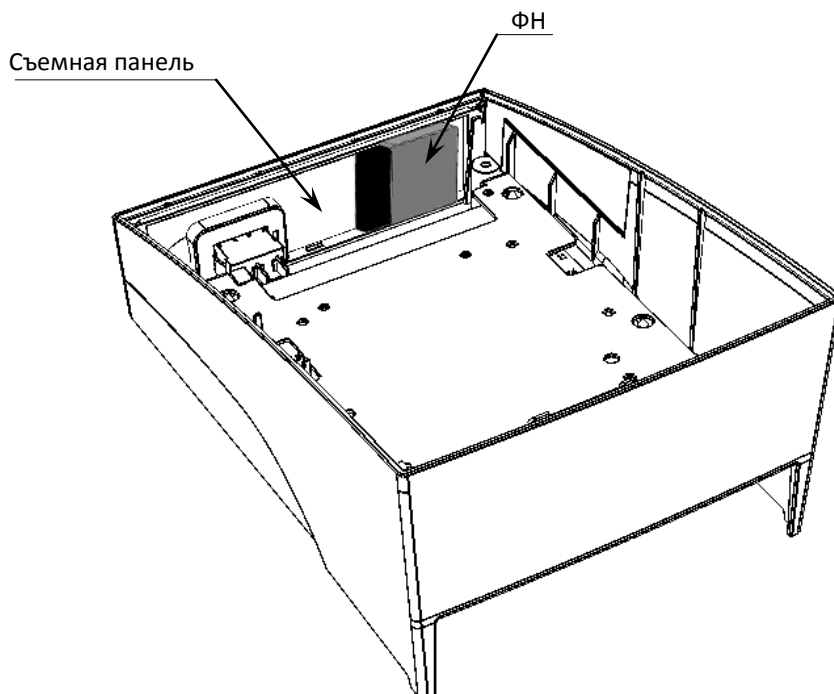

Рисунок 16. Расположение ФН на передней съемной панели
3. Отключить кабель от ФН, который крепится к съемной передней панели нижней части корпуса (смотрите рисунок 16).